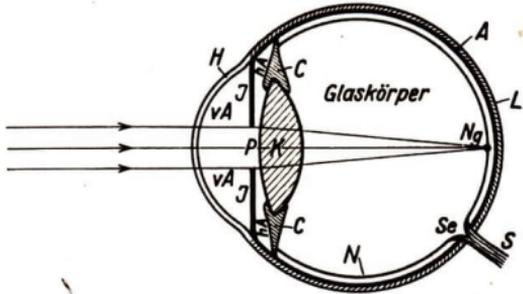

Abb. 195 Waagerechter Schnitt durch das rechte Auge
**1. Wie wir sehen.** Abb. 195 stellt einen Schnitt durch das menschliche Auge dar. Gib die einzelnen Teile und ihre Bedeutung an!